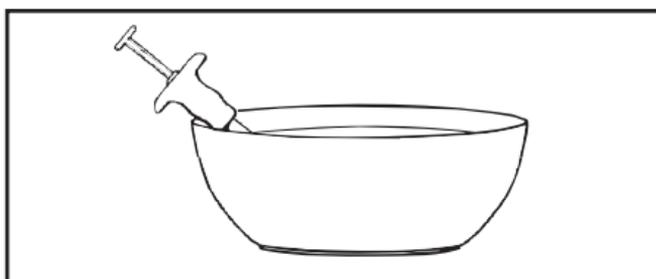

Figure 18.
2. Entre chaque pose, rincer/tremper la tête du dispositif dans une solution saline stérile en enfonçant et en relâchant le bouton de commande pour enlever de l'extrémité distale le tissu ou le sang qui pourrait empêcher le bon fonctionnement du dispositif. (Voir la figure 18.)